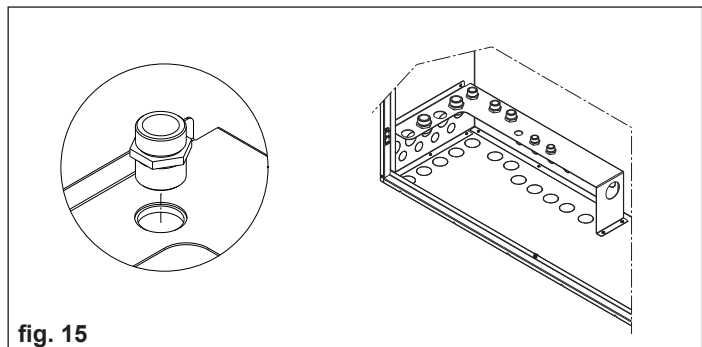

fig. 15
- Verificare che i nippli di ottone e le ghiera siano stati posizionati come indicato in fig. 15